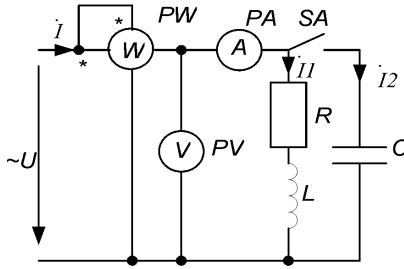

Рис. 3.53
2. Приборы в электрической цепи (рис. 3.53) показали $I_1 = 5$ А; $U = 100$ В; $P = 400$ Вт. Определить величину подключаемой емкости для получения коэффициента мощности всей цепи $\cos\varphi = 1$, если $f = 50$ Гц. Определить значения токов после включения емкости, построить векторную диаграмму токов и напряжений.